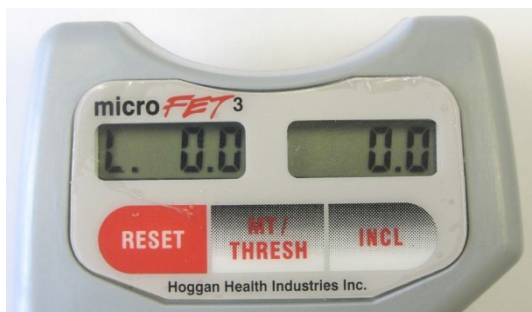

Bild 10. Indikator för inställt tröskelvärde/trådlöst läge på
- När funktionen för trådlöst läge är aktiverad markeras detta med en punkt eller prick efter inställningen för tröskelvärde ("L" eller "H") (se bild 10).
- Gällande tröskelvärde visas som antingen ett "L" eller ett "H" till vänster på den vänstra displayen. "L" betyder att apparaten har ett lågt tröskelvärde (se bild 10).